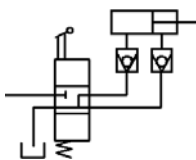
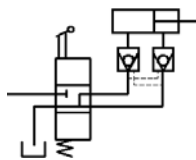

图 17.8.53 绘制直线 (十五)
图 17.8.54 绘制直线 (十六)
(12) 用 **绘图(D)** → **直线(L)** 命令, 绘制长度值为 16 的垂直直线以及长度值为 30 的水平直线 (图 17.8.53)。
(13) 切换图层。将图层切换到“虚线层”图层。
(14) 按 Enter 键重复“直线”命令, 绘制图 17.8.54 所示的四条直线。